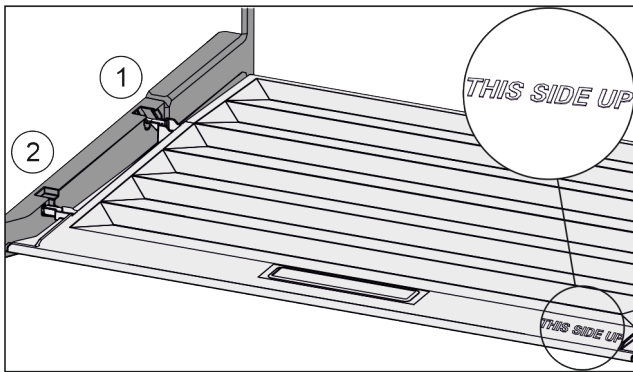

Fig. 135
- ▶ Вставити поперечні ребра через отвір заднього тримача Fig. 135 (1) і зафіксувати спереду у тримачі Fig. 135 (2).